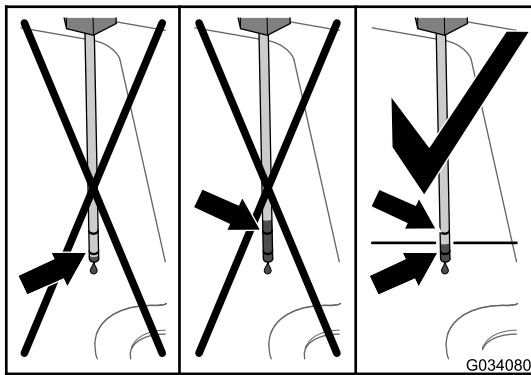
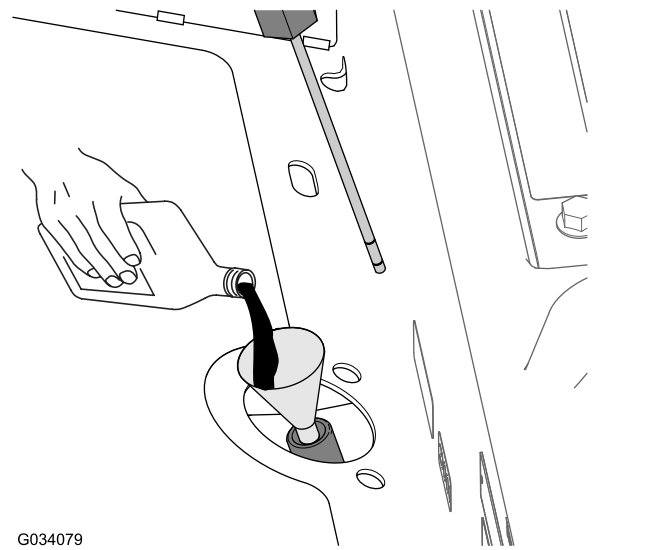

Figura 82
Figura 83
4. Retire la varilla y compruebe el nivel de fluido (Figura 82).
5. Si el nivel de fluido está por debajo de la marca inferior de la varilla, añada fluido hidráulico del tipo especificado por el tubo de llenado (Figura 83) hasta que el nivel de fluido esté entre las marcas superior e inferior al comprobar el nivel con la varilla (Figura 82).
6. Añada fluido hidráulico del tipo especificado por el tubo de llenado (Figura 83) hasta que el nivel de fluido de la carcasa del transeje (depósito) esté en un punto intermedio entre las marcas inferior y superior de la varilla (Figura 82).